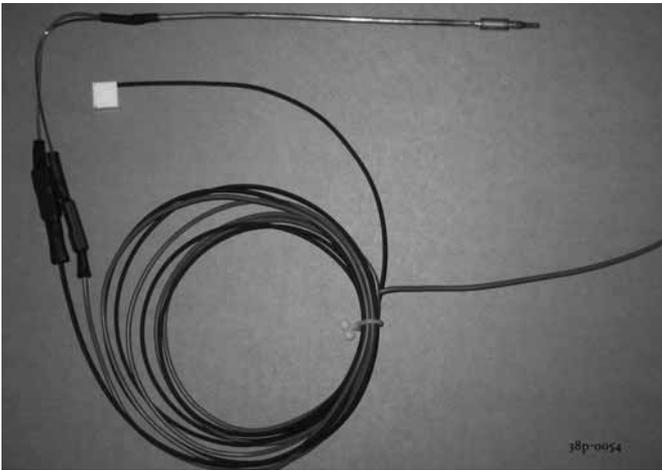

fig. 2b
**Attenzione:** Il filo rosso della termocoppia 2 rimane collegato al blocco di regolazione del gas. Alla Fig. 2b viene indicato come i fili sono fissati sulla termocoppia. Quindi rimuovere il blocco di regolazione del gas. Portare le tubazioni nella posizione desiderata, facendo attenzione a non far entrare dello sporco nelle tubazioni. Srotolare delicatamente il filo rosso e nero dalla termocoppia 2.